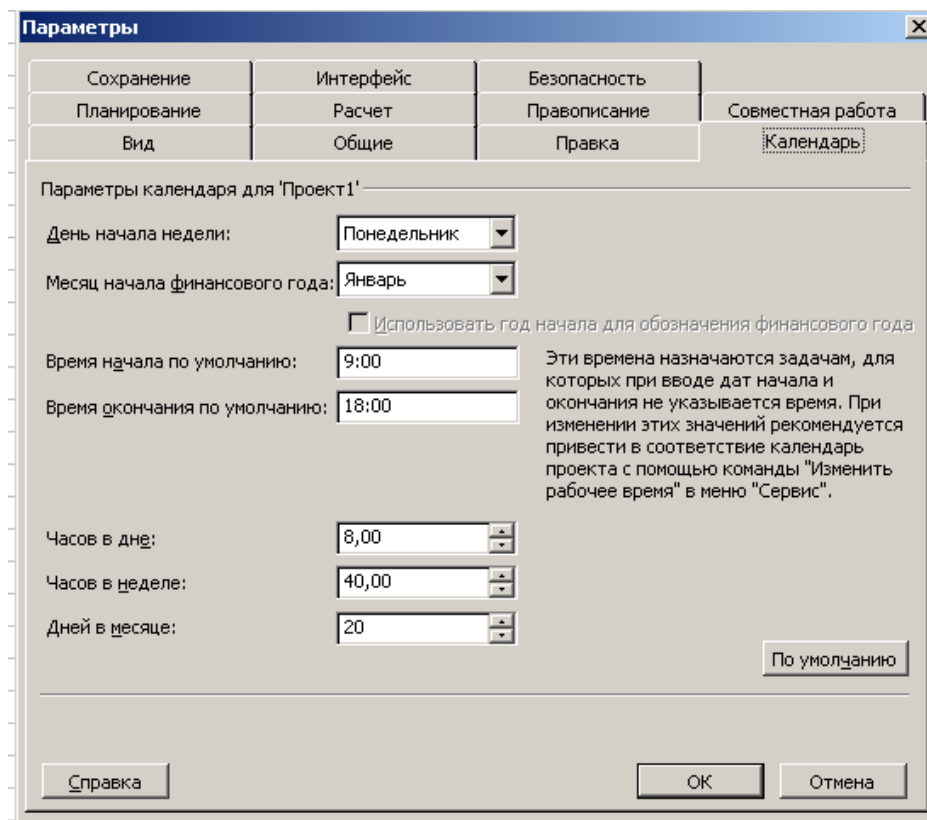

Рис. 2.5. Вкладка **Calendar** (Календарь) диалога **Options** (Параметры)
- Щелкните мышью на ярлычке **Calendar** (Календарь), чтобы перейти на нужную вкладку (рис. 2.5).